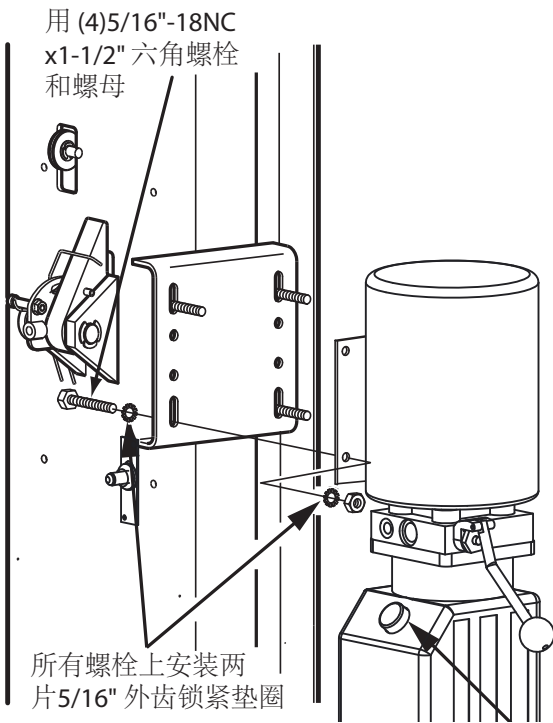

Fig. 11
12. M型液压站安装：先将一个外齿垫圈安装到所有(4个) 5/16” -18NC x 1-1/2” 六角螺栓上。这步对接地很重要。将(4个) 5/16” -18NC x 1-1/2” 六角螺栓穿过液压站支架座上的孔，见 Fig. 11。电机向上将液压站挂在支架上用(4个) 5/16” 外齿垫圈和5/16” 螺母安装。将接头安装到液压站上，拧紧直到将O型圈压入。